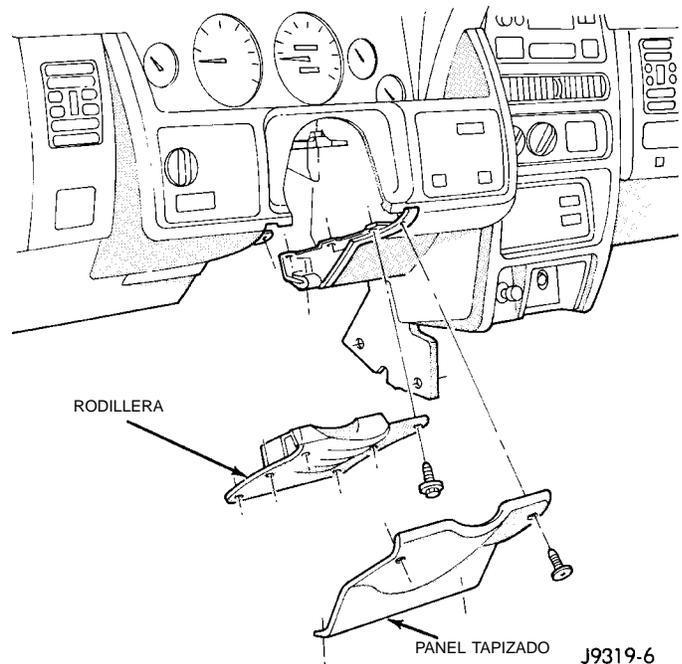

Fig. 6 Cubierta de la columna del panel tapizado
- (5) Retire la cubierta de la columna del panel y la placa de apoyo (Fig. 6).
- (6) Retire la palanca de inclinación de la columna.
- (7) Retire las cubiertas inferior y superior de la caja de cierre.
- (8) Retire el tubo de curva de paso de calor por debajo de la columna.
- (9) Afloje las tuercas/los pernos espárragos del soporte del tablero de manera que la columna caiga.
- (10) Retire el cable de interbloqueo de la columna de dirección. Consulte el Grupo 21, Transmisión y caja de cambios.